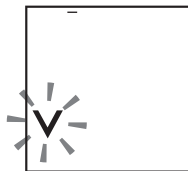

Рис. 12
2. Натиснете бутона START/STOP. На дисплея ще светне значката «✓» за изпускане и уредът ще изпусне остатъчния въздух от маншона (рис.12).